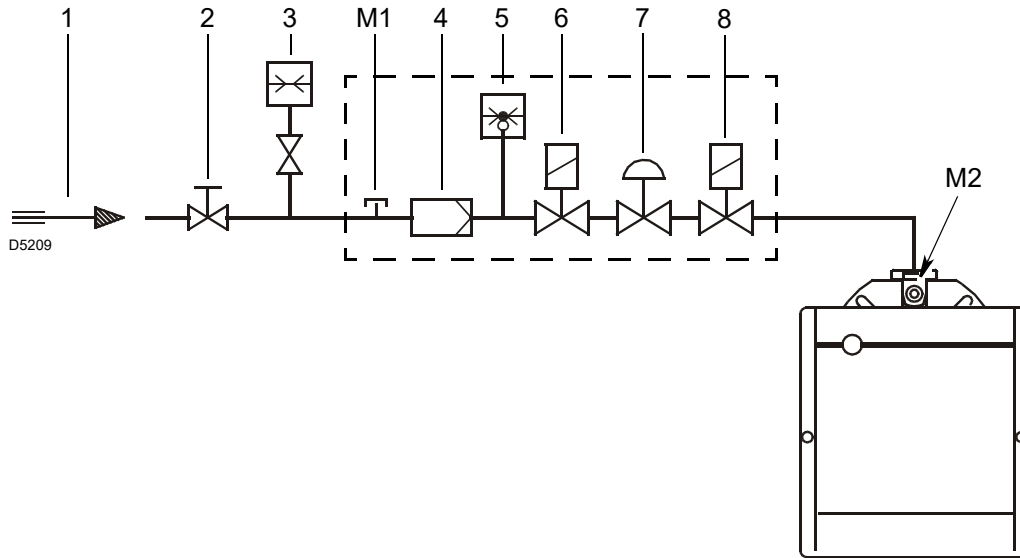

Fig. 14
Leyenda (Fig. 14)
Presión del gas medida en la toma M2)(Fig. 14), con:
- sustraer de la presión del gas en la toma M2)(Fig. 14) la presión cámara de combustión.
$$\begin{aligned} \text{Presión del gas en la toma (M2)(Fig. 14)} &= 12,2 \text{ mbar} \\ \text{Presión cámara de combustión} &= 2,2 \text{ mbar} \\ 12,2 - 2,2 &= 10 \text{ mbar} \end{aligned}$$
Para conocer la presión del gas necesario en la toma M2)(Fig. 14), fijada la potencia máxima de modulación a la cual se desea que funcione el quemador:
- Leer a la derecha, columna 1, la presión en la toma M2)(Fig. 14).
presión necesaria en la toma M2)(Fig. 14).